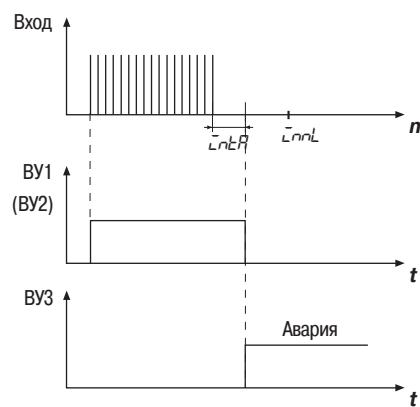

Рис. 10
- заклинивание вала электропривода произошло до достижения конечного положения – значение счетчика не достигло заданного в параметре **Lopn** значения, а период следования импульсов, установленный в параметре **LnPn**, превышен (рис.10);